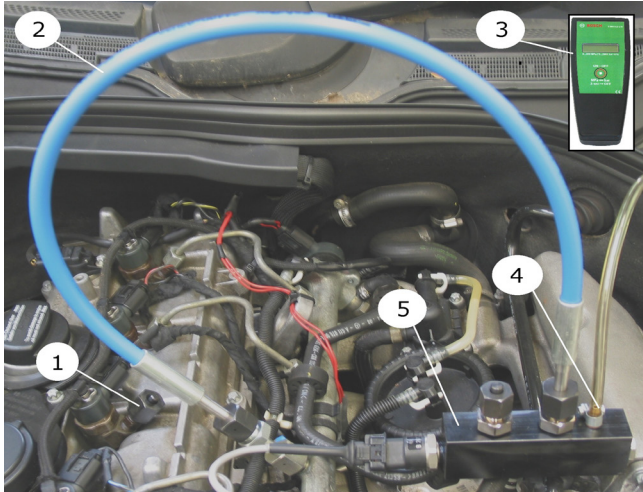

Abb. 15: Anschlussbeispiel Raildrucksensor Vergleichsprüfung (Motor läuft mit n-1 Zylinder)
! Aus Sicherheitsgründen ist im Druckaufnehmer (Abb. 15, Pos. 5) ein Druckbegrenzungsventil verbaut, das den Druck bei 180 MPa begrenzt. Unbedingt den beigelegten Schlauch an den Anschluss (Abb. 15, Pos. 4) des Druckaufnehmers anschließen und in einem für Dieselmotorkraftstoff geeigneten Auffangbehälter leiten.
3. Injektor-Hochdruckanschluss (Abb. 15, Pos. 1) mit einer Schutzkappe (siehe Ersatzteilliste Bosch ESI[tronic] verschließen.
4. Die 180 MPa-Schlauchleitung (Abb. 15, Pos. 2) mit entsprechendem Anschlussadapter, Winkel, Mutter und Druckring (Linksgewinde) an das Rail anschließen.
7. Verbindungsleitung an Druckanzeigergerät (Abb. 15, Pos. 3) und Raildrucksensor des Druckaufnehmers anschließen.